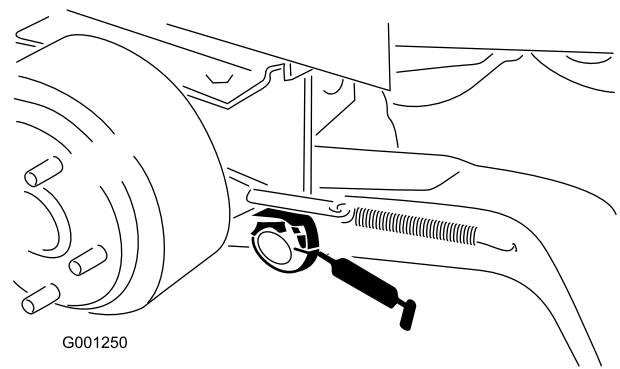

Figura 38
- boccole girevoli del braccio di sollevamento (Figura 38)